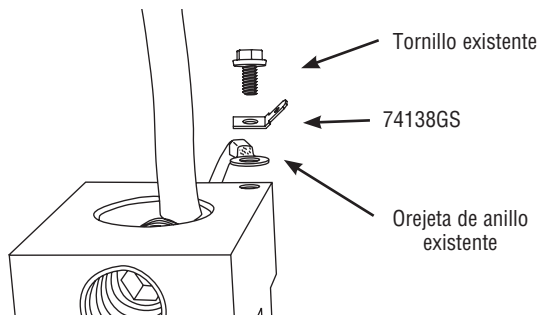

Figura 10 - Añada el adaptador desconector al terminal del conector
2. Instale los adaptadores de desconexión macho (74138GS) a los terminales del conector N1, N2, E1 y E2. Consulte la Figura 10. Apriete los tornillos al par indicado en el conector.